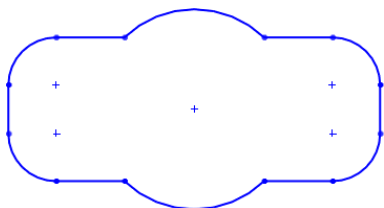

图 2-98 等距前的实体
- 02 在绘图区中选择如图 2-98 所示的图元, 在  微调框中输入值 10, 其他按照默认值设置。